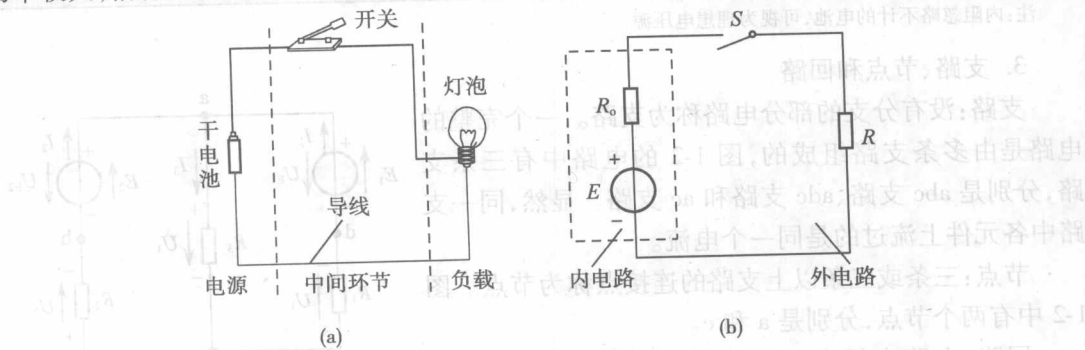

图 1-1 最简单的电路及其电路模型
1. 电路的组成和作用 电路是电流通过的路径。通常由电源、负载和中间环节三部分组成。图 1-1(a)所示,是最简单的电路。其中电源是提供电能的装置,它把其他形式的能转换为电能,如发电机将机械能转换成电能、电池将化学能转换成电能等;负载是取用电能的装置,它把电能转换成其他形式的能,如电灯将电能转换成光能,电动机将电能转换成机械能等;中间环节是连接电源和负载所必需的部分,其作用是传输、控制和分配电能,如导线、开关及各种控制、保护装置等。电路的作用有两个:一是实现电能的传输和转换,二是实现信号的处理。各类电力系统主要用于电能的传输和转换,一般这类电路的电压高,电流和功率较大,俗称“强电”系统;而像收音机、电视机、心电图仪、脑电图仪这类电路,主要用于